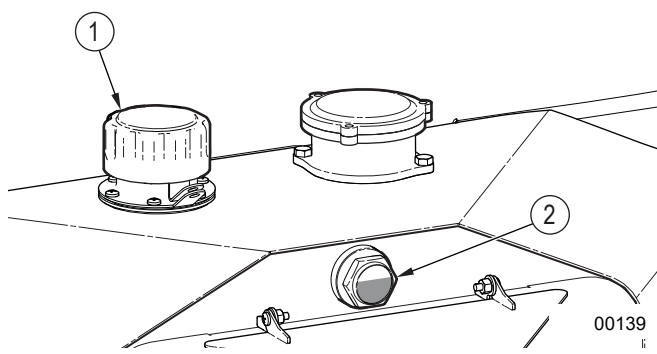

Fig. 30 – Vérifier le niveau du fluide hydraulique
3. Nettoyez la zone autour du bouchon de remplissage. Consultez la Fig. 30 à la page 43.